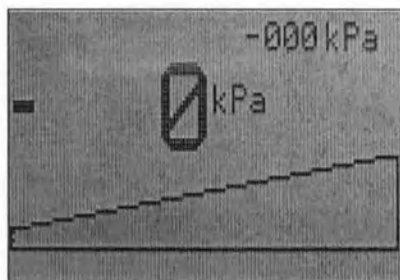

Рис.27. Индикация оставления (покидания) соответствующего меню VE (например, после проведенной продувки)
- После полной продувки отсасывающей чаши прибор ATMOS переходит к режиму меню VE (рис. 27).